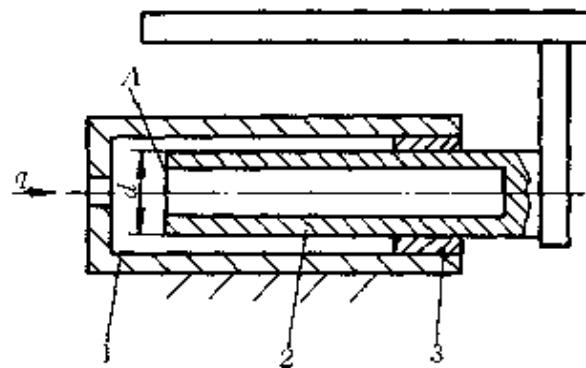

图 4-8 柱塞缸示意图
答：(1) 柱塞缸的工作原理 如图 4-8 所示，从进油口向缸筒 1 输入压力为  $p$  的压力油时，柱塞 2 在油压作用下向外推出；柱塞 2 返回时，依靠外力回程，如柱塞缸垂直放置时，可依靠柱塞本身的自重回程，有时候也依靠弹簧力等其它外力实现回程。